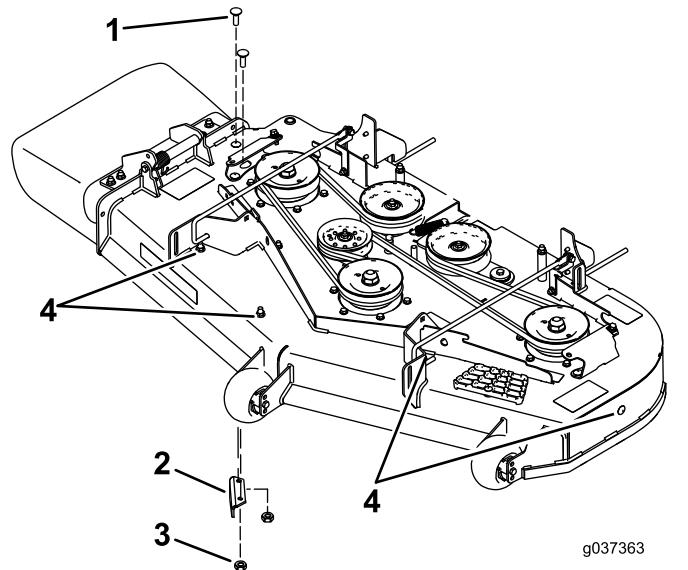

Figure 1
1. Enlevez les écrous à embase qui fixent le déflecteur en place (Figure 1).
2. Retirez les boulons qui fixent le déflecteur en place (Figure 1).
3. Déposez le déflecteur et remettez les écrous et les boulons dans les trous de montage du déflecteur (Figure 1).
4. Retirez les fixations comme indiqué à la Figure 1. Conservez les fixations.